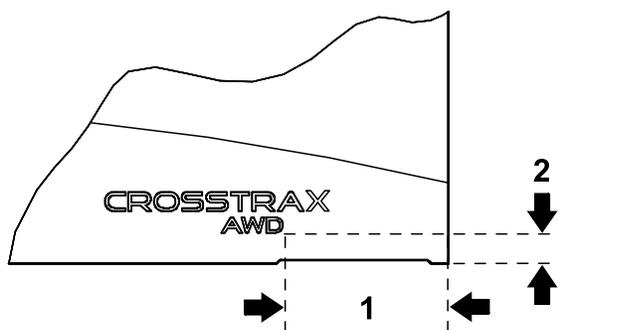

Figura 15
- Utilizzando le dimensioni illustrate in Figura 15, applicate un adesivo CROSSTRAX nell'angolo inferiore posteriore di ciascun lato del cofano.